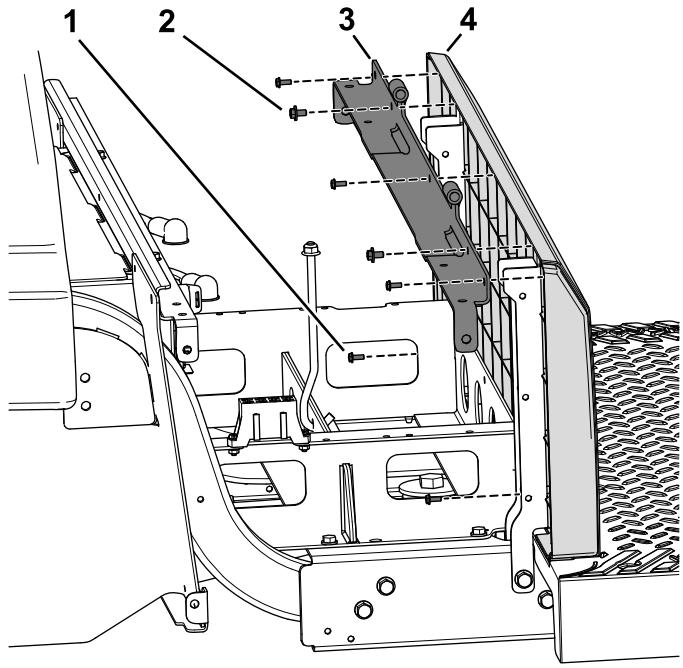

Figura 86
- Utilice los 2 conjuntos de perno y arandela (1/4" x 1/2") para sujetar el soporte biselado y el panel de la base del asiento a los soportes izquierdo y derecho del asiento (Figura 86).
asiento a los soportes izquierdo y derecho del asiento (Figura 86).
- Utilice los 5 tornillos (Nº 10 x 1/2") para sujetar el panel trasero al soporte biselado y a los soportes del asiento (Figura 86).